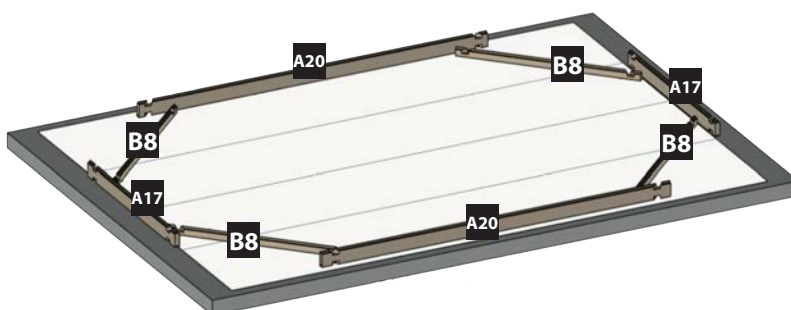

Fig. 12 / Abb. 12 / Afb. 12
**INSTALLATION OF THE FIRST LAYER OF BOARDS:** • Build the first layer placing boards (A20), (A17) and (B8) as shown by figure 12. • Adjust the shape of the pool using the inside dimensions indicated in the installation diagram (see page 20). • The drawing shows the inside dimensions of the pool for the different opposing diagonals. After having installed the first layer, you should check the inside dimensions of the pool.
**POSITIONNEMENT DE LA 1ÈRE RANGÉE DE MADRIERS :** • Constituez la première rangée, en disposant les madriers (A20), (A17) et (B8) comme indiqué sur la figure 12. • Ajustez la forme de la piscine en vous aidant des dimensions intérieures indiquées sur le plan d'implantation (Voir page 20). • Le plan donne les dimensions intérieures du bassin pour les différentes diagonales opposées.
**POSITIONIERUNG DER ERSTEN REIHE VON BRETTNER:** • Errichten Sie die erste Reihe, indem Bretter (A20), (A17) und (B8) platzieren, wie Abb. 12 zeigt. • Passen Sie die Form des Pools an, indem Sie die angezeigten Innenmaße verwenden, die in der Einbauzeichnung (Siehe Seite 20) aufgeführt sind. • Die Zeichnung zeigt die Innenmaße des Pools für die verschiedenen gegenüberliegenden Diagonalen.
**PLAATSING VAN DE EERSTE RIJ PLANKEN:** • Construeer de eerste rij door het plaatsen van planken (A20), (A17) en (B8) zoals te zien is op afbeelding 12. • Plan de vorm van het zwembad aan waarbij u gebruik maakt van de interne afmetingen die zijn aangegeven op het montageplan (Zie pagina 20). • Het plan geeft interne afmetingen van het zwembad aan voor de verschillende tegenover elkaar liggende diagonale lijnen.